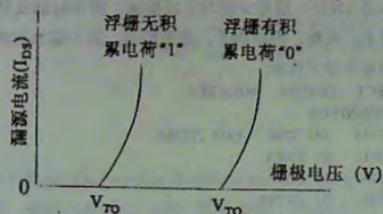

图 2 浮栅积累电荷与栅极电压的关系
(3)和(4)式的物理意义是： $V_{TO}$ 表示浮栅上无积累电荷，单元存储信息为“1”，是编程前的初始态阈值； $V_{TQ}$ 表示浮栅上有最大的积累电荷，单元存储信息为“0”，是编程后的写入态阈值。由图 2 知，经编程后的位，由于其阈电压从较低的 $V_{TO}$ 向右移动到较高的阈电压 $V_{TQ}$ ，这将使该晶体管由原来未写入前的易于导通变成更不易于导通。在读出时，单元控制栅上加的 $V_R$ 电压，总是在 $V_{TO}$ 和 $V_{TQ}$ 之间，即 $V_{TO} < V_R < V_{TQ}$ ，使未编程位导通，位线被拉至低电平，经反相读出“1”；已编程位不导通，位线电压为 $V_{CC} = 5\text{V}$ ，经反相读得“0”。故信息半永久性地存储在